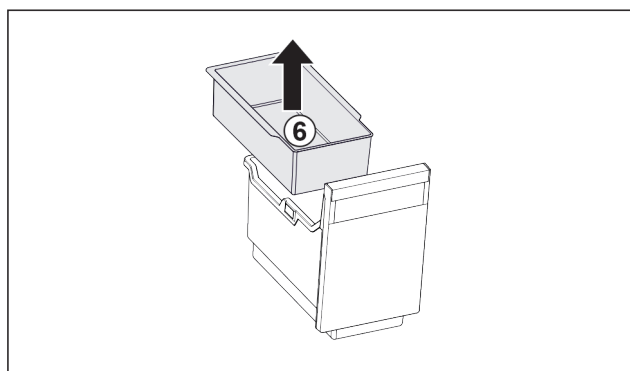

Fig. 195
- ▶ Izvadite ovjesnu posudu Fig. 195 (6).